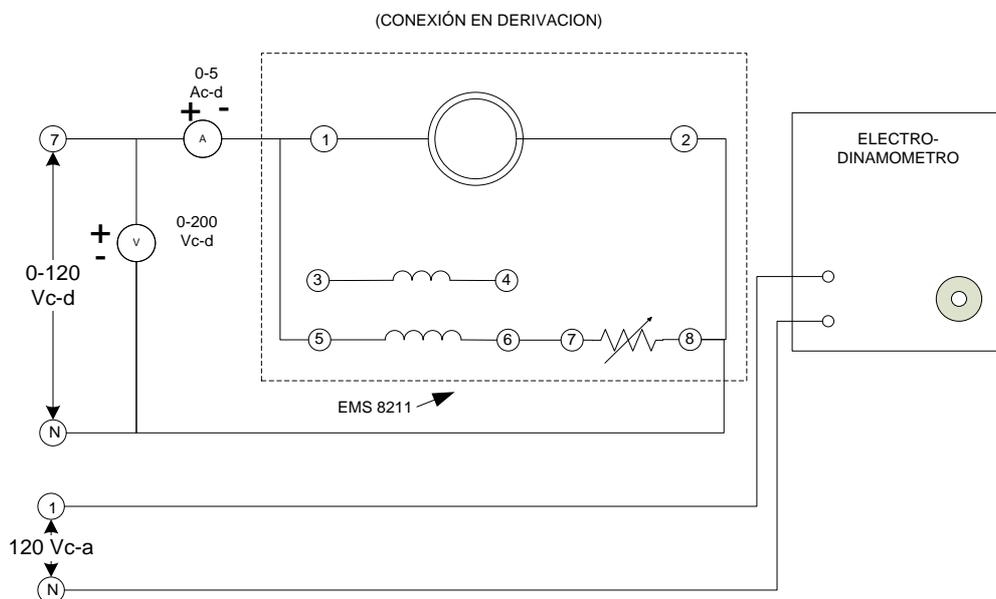

FIGURA 1
1. Construya el circuito ilustrado en la figura 1, utilizando los módulos de fuente de energía. Motor/generador de CD, medición de c.d. y electrodinamómetro.